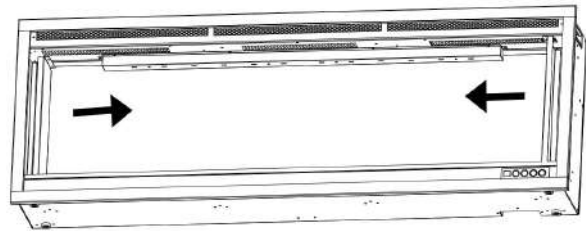

Fig. 2-2
2. Nehmen Sie die beiden Metallbügel heraus. **Abb.2-2**